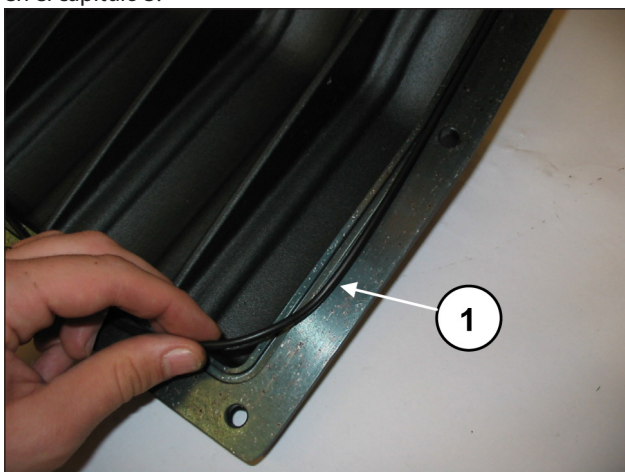
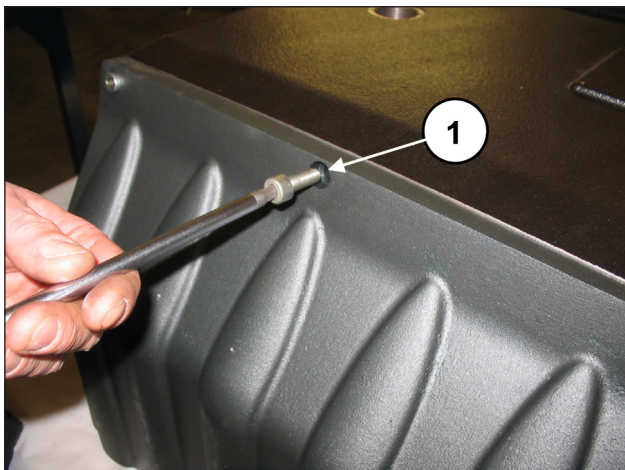

Fig. 91
Fig. 92
Introducir la junta tórica en la tapa posterior (pos. ①, Fig. 91) y fijarla al cárter con los 10 tornillos M8x20 (pos. ①, Fig. 92). Ajustar los tornillos con la llave dinamométrica como se indica en el capítulo 3.